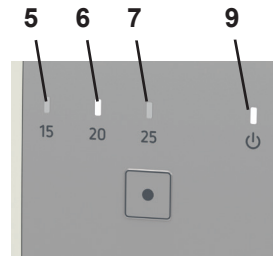

Fig. 4
- ◆ El indicador de funcionamiento verde (9, Fig. 4) parpadea rápidamente.
- ◆ El indicador amarillo del umbral ajustado se ilumina (5, 6, 7, Fig. 4).
- ◆ El indicador de funcionamiento verde (9, Fig. 4) se ilumina.
Si el caudalímetro SILENT detecta un caudal volumétrico en el punto de aspiración, el indicador de funcionamiento verde (9, Fig. 4) parpadea lentamente.
Mientras el caudal volumétrico sea superior al valor umbral fijado, se enciende el indicador correspondiente (5, 6, 7, Fig. 4).